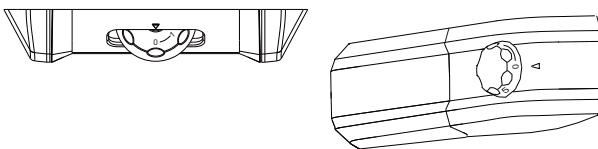

Fig.13
- Gire o botão para a posição „0“ (fig.13)